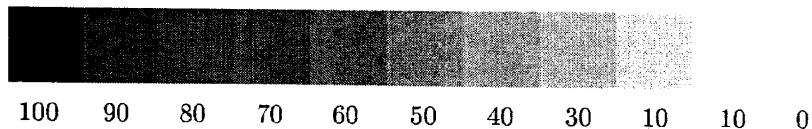

Рис. 2
4. Для передачи на печати различных оттенков серых цветов, используются изображения с разным отношением количества чёрных и белых точек. *Уровнем серого* (или просто серостью) назовём отношение количества чёрных точек к количеству всех точек. Таким образом, уровень 100% будет соответствовать чёрному цвету, а 0% — белому. Используя образцы с известным уровнем серого (рис. 2), определите ширину линии решётки A . Приведите расчётные формулы.